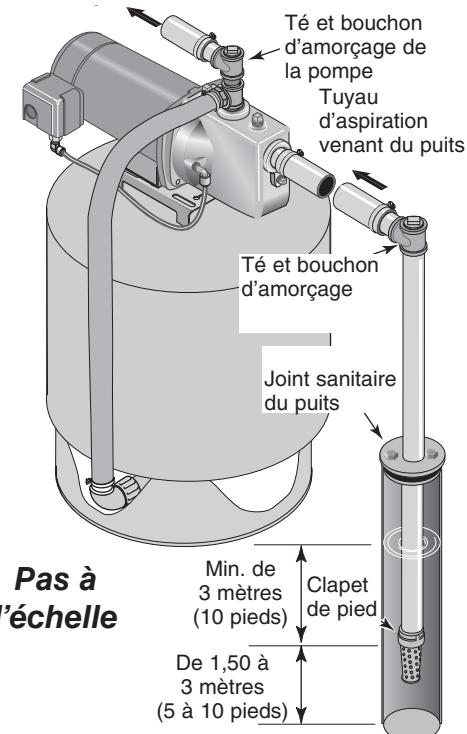

Figure 2 : Installation avec puits tubé
## INSTALLATION AVEC PUITS TUBÉ, À TUBAGE DE 2 PO OU PLUS (FIGURE 2)
- 2° Assembler le clapet de pied, la crépine et le tuyau du puits (voir Figure 2). S'assurer que le clapet fonctionne bien.
- 4° Installer un té d'amorçage, un bouchon d'amorçage et un tuyau d'aspiration sur la pompe (voir Figure 2). Raccorder le tuyau venant du puits à l'orifice d'aspiration de la pompe, en utilisant le moins de raccords possible (surtout s'il s'agit de coudes) car les raccords augmentent les frottements dans le tuyau (cependant, incorporer un clapet de pied - voir Figure 2). Le tuyau d'aspiration de la pompe doit être d'un diamètre aussi gros que celui de l'orifice d'aspiration de la pompe. Utiliser du ruban d'étanchéité en PTFE pour filetage sur les raccords de tuyaux filetés. Fixer et consolider la canalisation de façon à éliminer tout point bas ou affaissement, à éviter toute contrainte sur le corps de la pompe et à obtenir une légère rampe vers le haut entre le puits et la pompe (tout point haut peut former une poche d'air qui peut s'opposer au passage de l'eau). Rendre étanches les joints du tuyau d'aspiration avec du ruban d'étanchéité en PTFE pour filetage. Les joints doivent être hermétiques et étanches. *Si la conduite peut aspirer de l'air, la pompe ne pourra pas pomper l'eau du puits.*